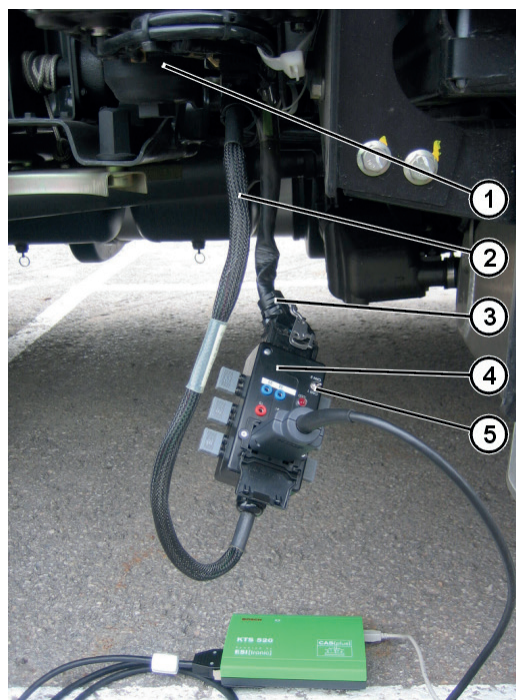

Fig. 2: Anslutning av adaptermodulen
2. Dra av stickkontakten nedtill på matar modulen (Fig. 2, Pos. 1). Tryck ihop låsflikarna på stickkon-taktens plastdel och öppna låsbygeln.
3. Anslut adaptermodulens förbindelseledning (Fig. 2, Pos. 2) till matarmodulen.
4. Anslut ledningsstamsidans stickkontakt (Fig. 2, Pos. 4) till adaptermodulen.
5. Anslut diagnostestern till adaptermodulens (Fig. 2, Pos. 4) diagnoskoppling.
6. Välj med strömställaren (Fig. 2, Pos. 5) ett gräns-snitt för diagnoskommunikation.